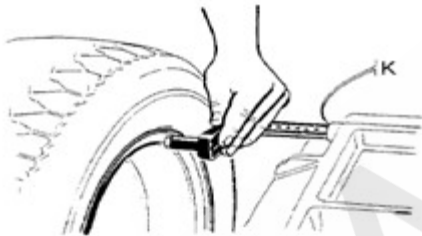

Рис. 1
- Переместите измерительную рейку так, чтобы коснуться края обода (рис. 1), считайте значение расстояния, нажмите **a+** и **a-**, чтобы установить значение «а».